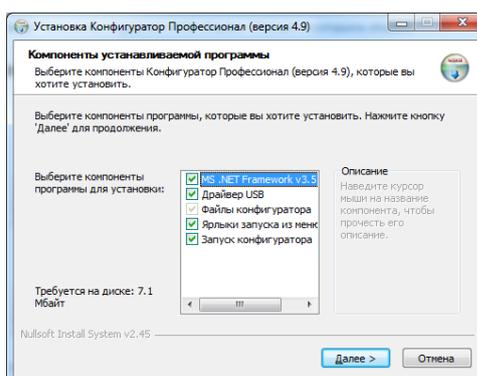

Рис. 5.2. Окно *Компоненты устанавливаемой программы*
4. В открывшемся окне оставьте установленными все флажки и нажмите кнопку Далее > (рис. 5.2).